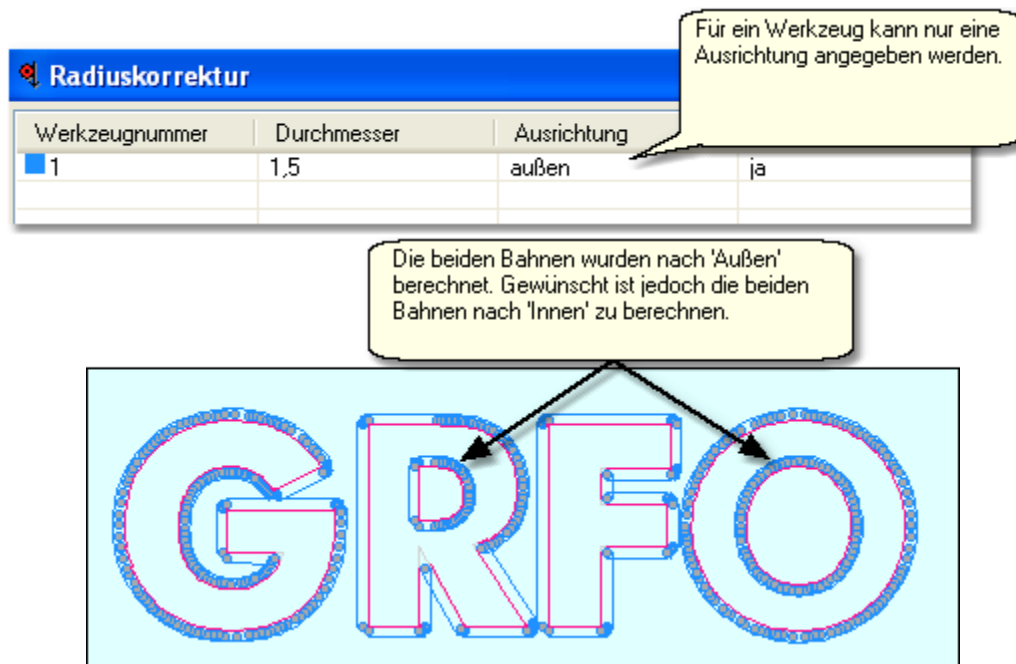

Abbildung 6: Die Zeichnung 'GRFO' hat nur ein Werkzeug.
- Eine HPGL Zeichnung ist verfügbar. Diese Zeichnung hat nur ein Werkzeug (siehe Abbildung 6). Die Zeichnung stellt den Text 'GRFO' dar, dass aus mehreren Bahnen besteht.
- Da die Zeichnung nur ein Werkzeug hat und die Ausrichtung der Radiuskorrektur (siehe Abbildung 6) für das ganze Werkzeug gilt, werden einige Polylinien (hier 2 Polylinien in den Buchstaben 'R' und 'O') mit der falschen Ausrichtung berechnet.
ist nicht möglich. Hier muss die Funktion "Bohrloch als Radiuskorrektur setzen"^[94] verwendet werden (gleiche Vorgehensweise wie in der Abbildung 6).